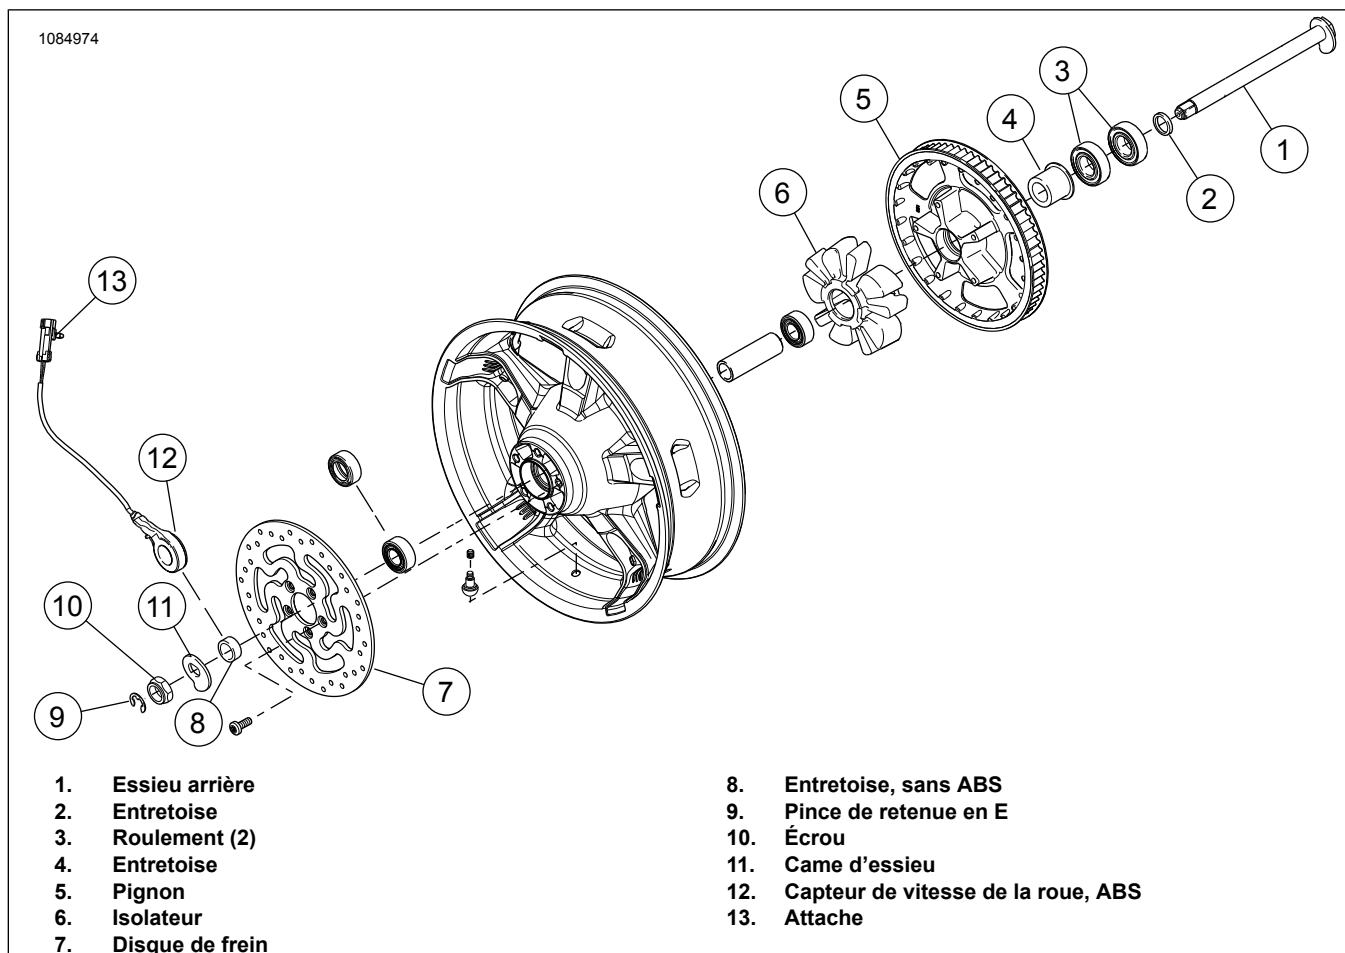

Figure 5. Pièces de roue arrière pour réutilisation
3. Voir la Figure 5. Retirez et démontez l'ensemble de la roue arrière existante. Consultez le manuel d'entretien.